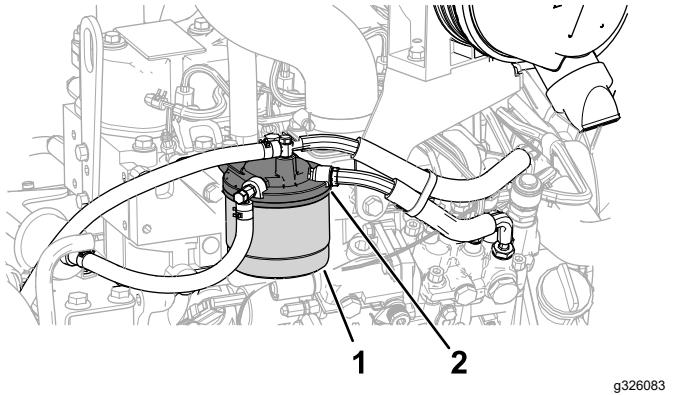

Figure 61
1. Nettoyez la surface autour de la tête du filtre à carburant (Figure 61).
2. Déposez le filtre et nettoyez la surface de montage de la tête du filtre (Figure 61).